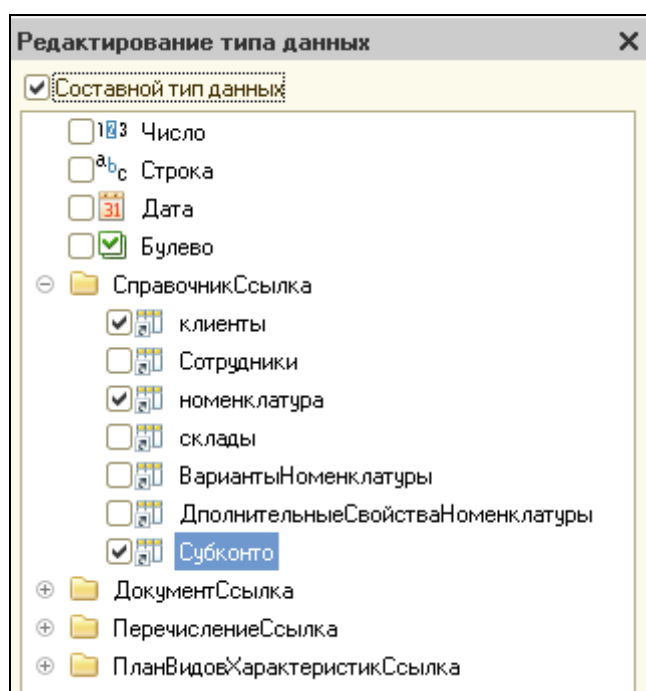

Рисунок 7.1 Составной тип данных
3. Вернуться к плану видов характеристик. Перейти на закладку **Основные**. Установить свойство **Тип значения характеристик**. Нажать на кнопку выбора и задать составной тип данных (рис.7.1):